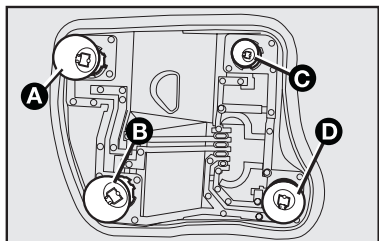

fig. 25
- quite la lámpara que va a ser sustituida **A, B, C o D-fig. 25**, girando en el sentido antihorario;